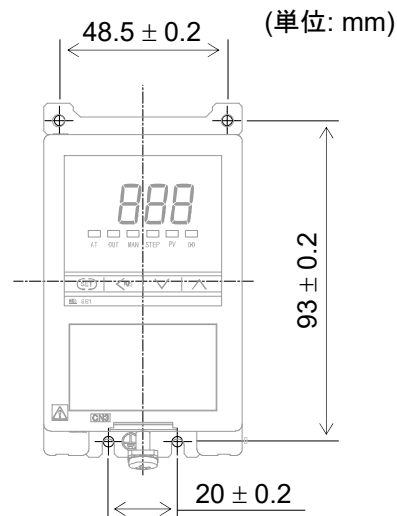

図 2-3-1
1. 2.2 外形寸法 (P. 2-4) および取付寸法図 (図 2-3-1) を参照して、取付場所を確保します。